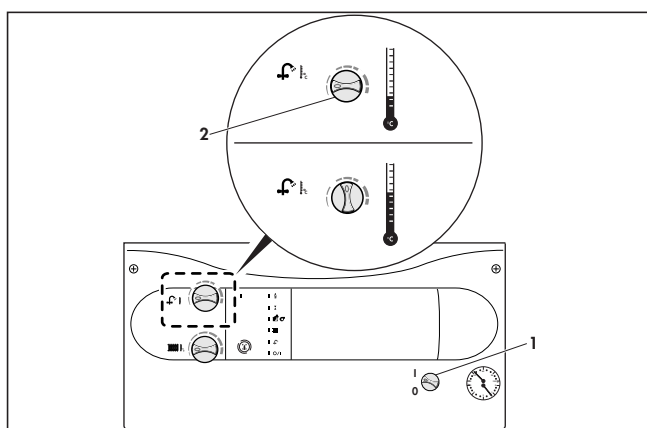

Fig. 5: Prepararea apei calde menajere
- Rotiți comutatorul principal (1) în poziția "I".
- Poziționați comutatorul pentru reglarea temperaturii apei calde menajere (2) la valoarea dorită:
La o duritate a apei mai mare de 10°dh (1,79 mol/m³), fixați comutatorul (2) cel mult în poziția de mijloc (fig. 5).